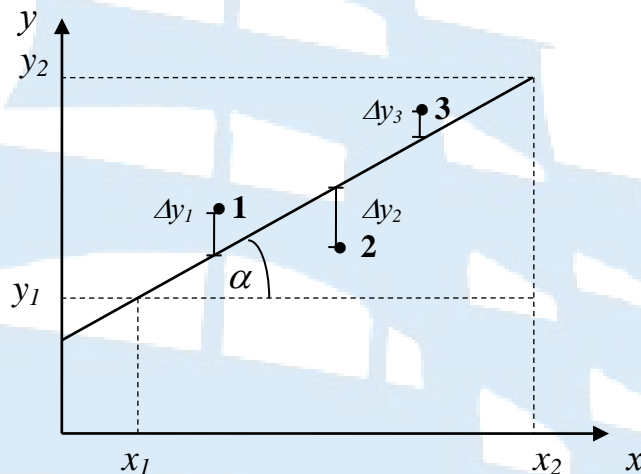

Рис. 2
Пусть мы провели три измерения величин  $y$  и  $x$ :  $(y_1, y_2, y_3; x_1, x_2, x_3)$ . По этим экспериментальным данным строим график (см. рис. 2 – точки 1, 2, 3).
Здесь  $y_2, y_1; x_2, x_1$  – координаты точек, взятых на возможно большем расстоянии друг от друга на построенной прямой (см. рис. 2).
2. Находим все отклонения  $\Delta y_i$  ( $\Delta y_1, \Delta y_2, \Delta y_3$ ) экспериментальных точек вдоль оси  $y$  от этой прямой (с учетом масштаба и размерностей, см. рис. 2).